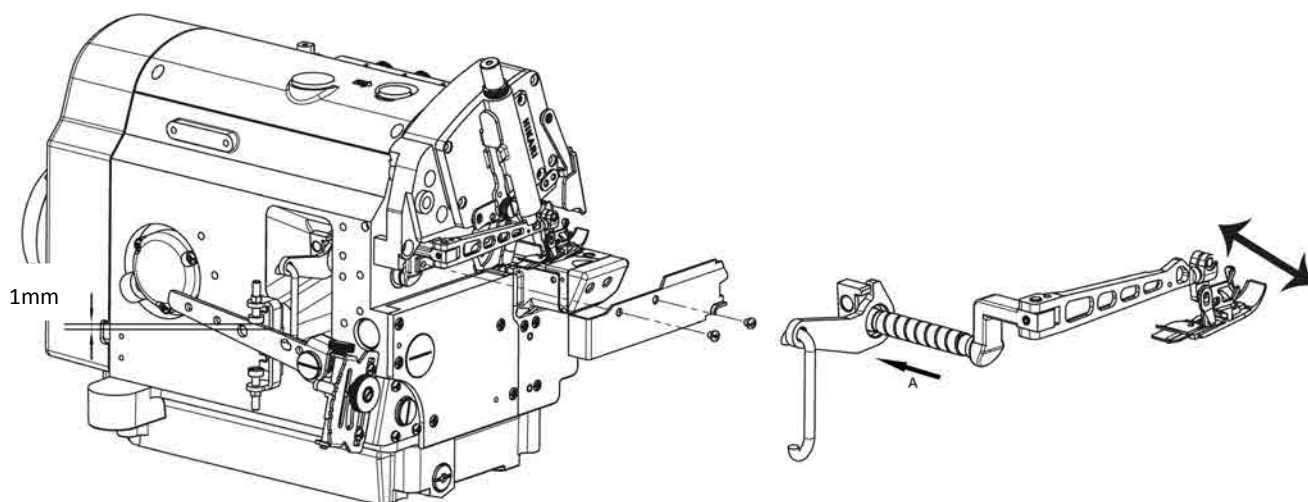

图 28
3. 确认压脚的针槽与针板是否一致。若不一致，请松开固定压脚轴套螺丝，左右转动抬压脚臂并进行调节。调节完以后，请拧紧螺丝。（图 28、图 29）